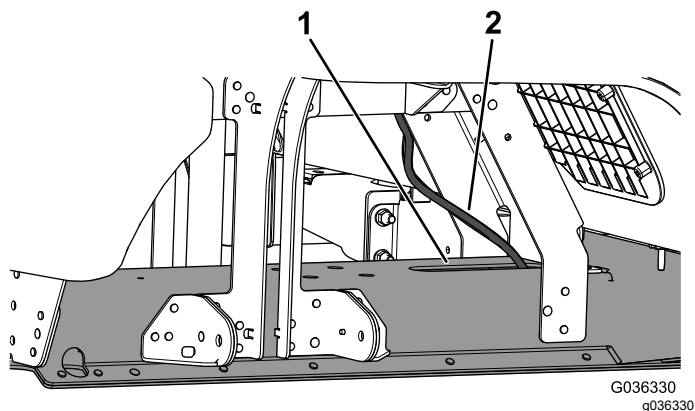

図 7
5. キットのホースを、フレームチャンネル上部の開口部に通す 図 7。